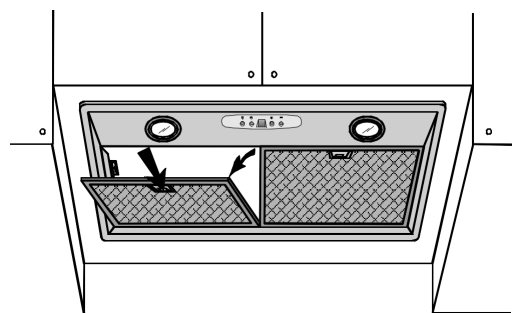

fig. 4
2. A l'aide des poignées, ouvrez les filtres à graisse métalliques en poussant vers l'arrière puis vers le bas (fig. 4) et retirez-les à l'aide des deux fixations.